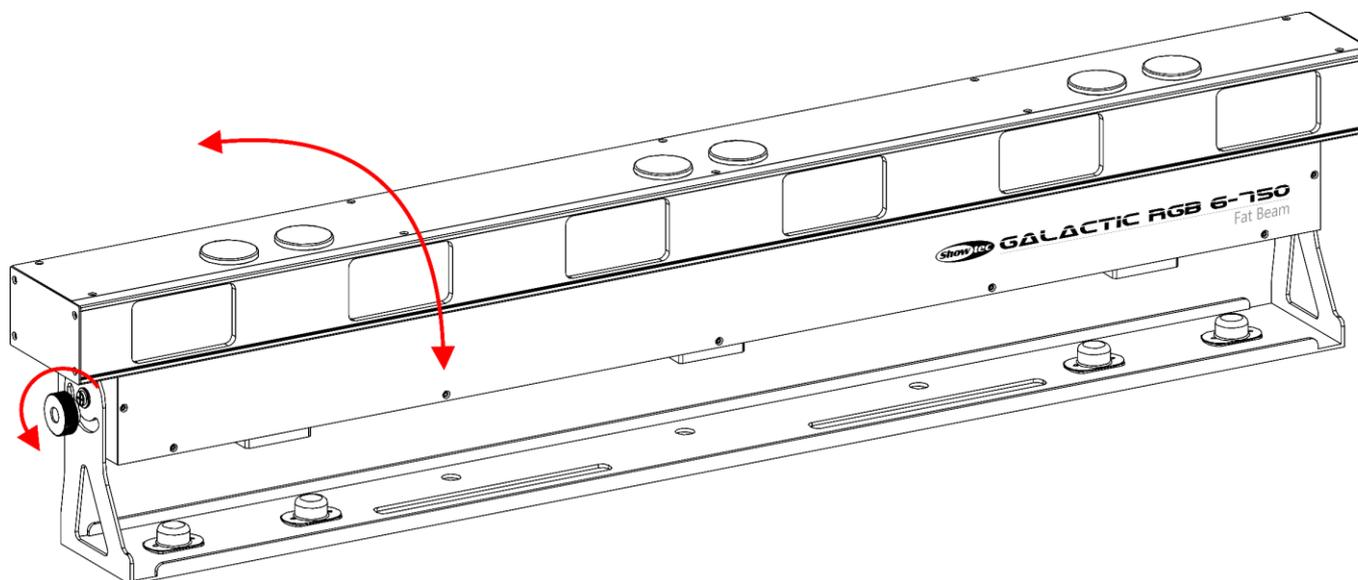

Fig. 09
- 01) Gire los **tornillos de ajuste (01)** en sentido antihorario para aflojarlos.
- 02) Incline el dispositivo hasta el ángulo deseado (véase la Fig. 09).
- 03) Gire los **tornillos de ajuste (01)** en sentido horario para apretarlos. Asegúrese de que el dispositivo no se pueda mover libremente después de haber apretado los **tornillos de ajuste (01)**.